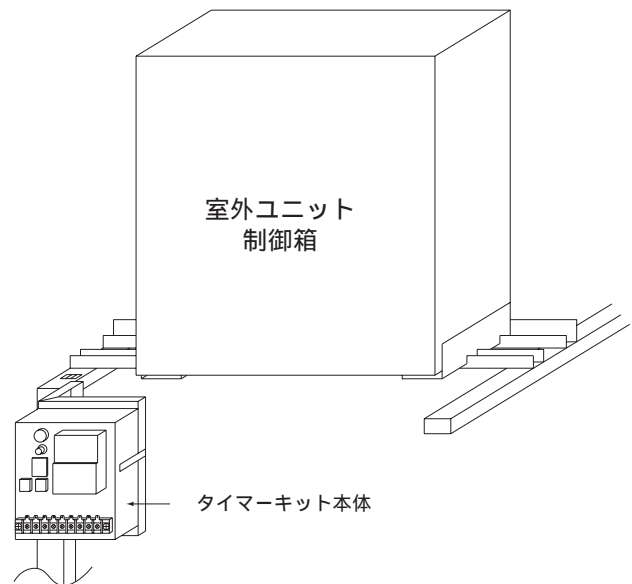

図2. タイマーキット組込図 (ICE Y)
- (4) タイマーキット本体 を、取付板 に、取付ネジ (3本) を使って図2の様に取付けてください。尚、取付板の取付ネジ穴(3ヶ所)のうち、下側のネジ穴(1ヶ所)に予め取付ネジ (1本) を途中までねじ込んでからタイマーキットを取付けると作業が容易になります。